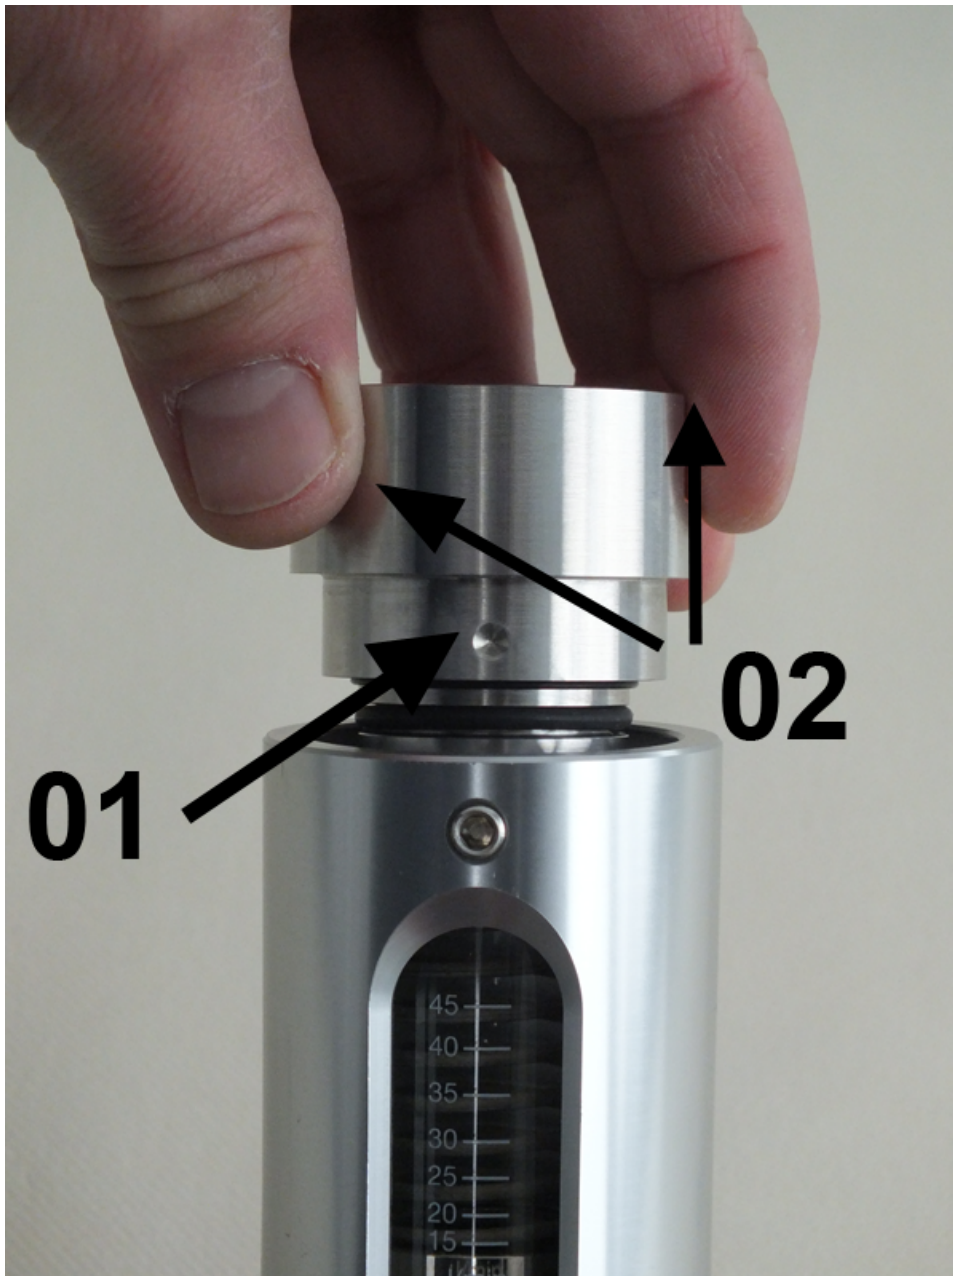

Abb. 56: Verschraubung (Ausgang) in Gerätehülse einsetzen
- 13.** ▶ Verschraubung (Ausgang) (Abb. 56/01) unter leichtem Drehen in die Gerätehülse einsetzen. Dabei darauf achten, dass sich die Schlüsselflächen (Abb. 56/02) in einem Winkel von 90° zum Sichtfenster der Gerätehülse befinden